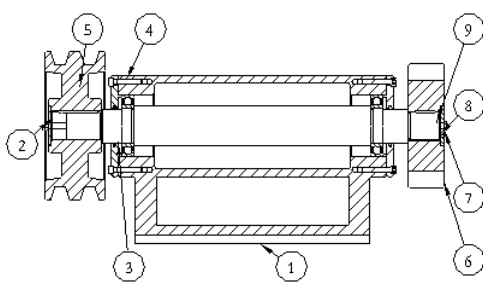

图 7.7.10 整理 BOM 球标
Step3. 单击 **确定** 按钮, 完成球标的整理, 结果如图 7.7.10 所示。